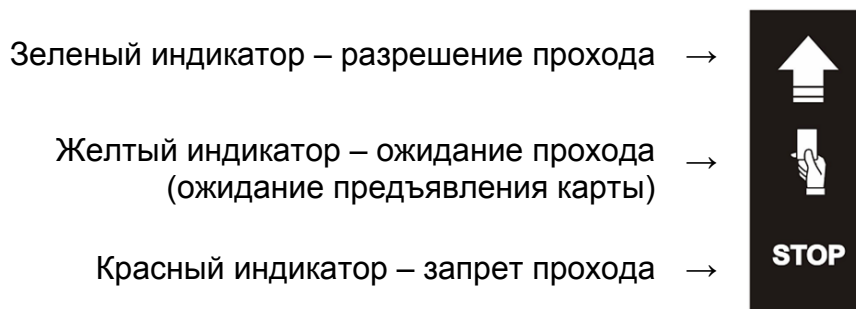

Рисунок 3. Мнемонические индикаторы блока индикации
- к электроприводу шторы (7), предназначенной для перекрытия щели приема разовых карт посетителей;
Встроенный **бесконтактный считыватель** в виде отдельной платы без корпуса с антенной расположен под крышкой (4) картоприемника и предназначен для считывания карт доступа. В крышку встроен блок индикации (5) с тремя мнемоническими индикаторами (см. рис. 3). Кроме этого в крышке имеется щель (6) для приема разовых карт посетителей.